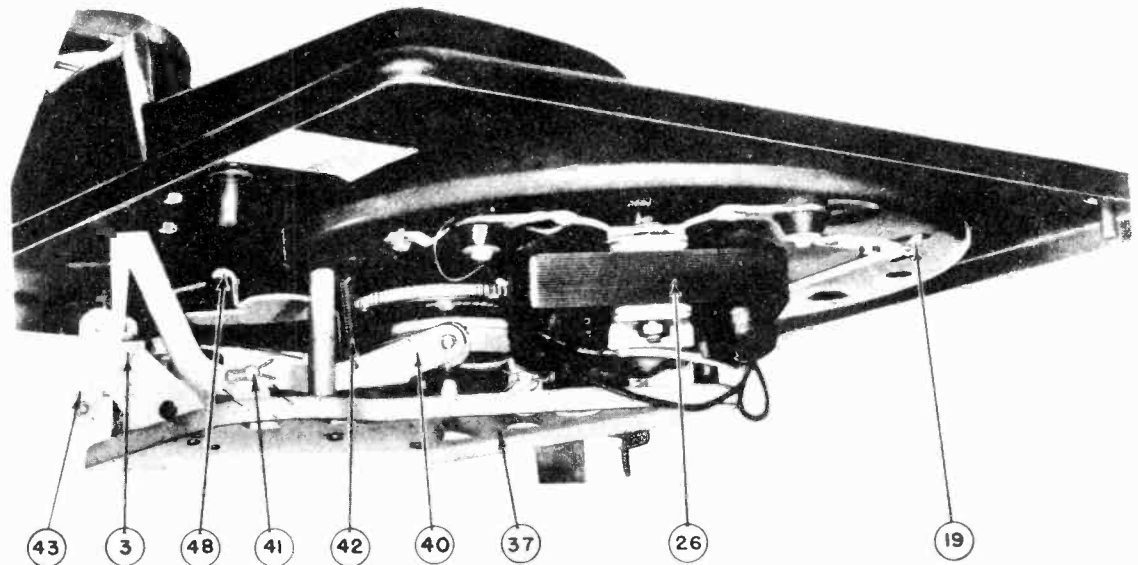

FIG. 5 - PARTS LOCATION -- LEFT SIDE VIEW
- 1 - Unhook the Rocker Arm Return Spring. (Illus. Fig. 5).
- 2 - Remove the Rocker Arm Pivot Pin. (Illus. Fig. 5).